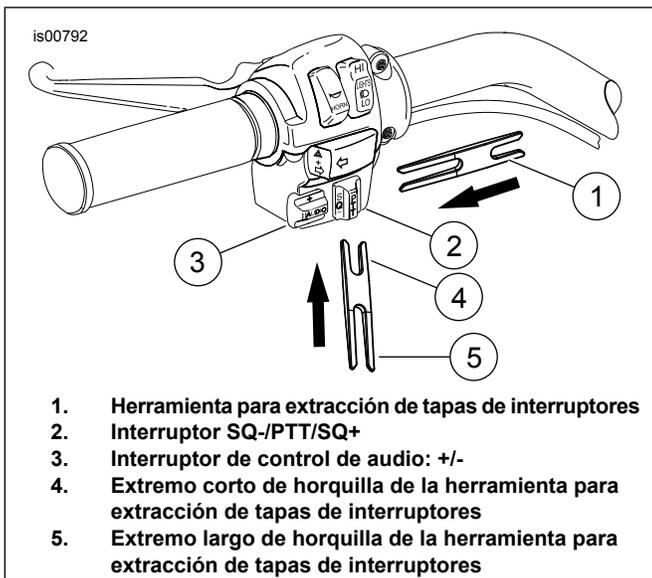

Figura 9. Herramienta para extracción de tapas de interruptores de la caja inferior de interruptores del manillar izquierdo
4. Vea Figura 9. Quite la tapa del interruptor SQ-/PTT/SQ+ (2) usando el extremo corto (4) de la herramienta para extracción de tapas de interruptores (1). Presione hacia arriba debajo de la tapa del interruptor (2). El ahusamiento de la herramienta lentamente empujará la tapa del interruptor fuera de la patilla del interruptor.